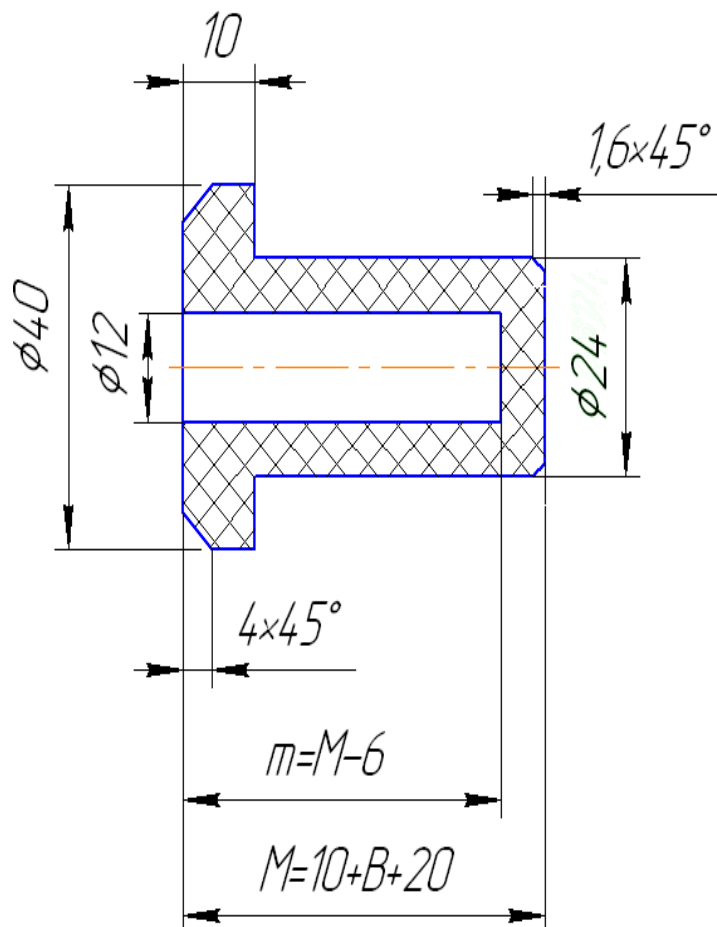
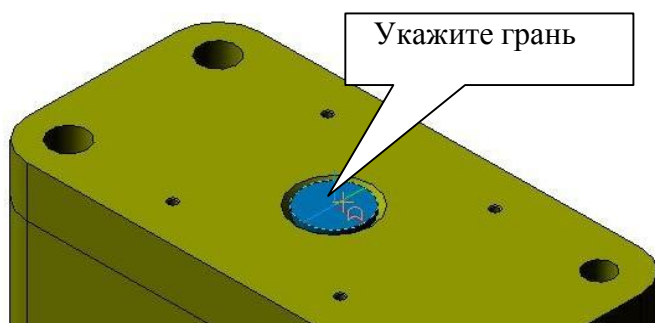

Рис. 1
Рис. 14
Нажмите кнопку *Масштаб по высоте листа*  на панели *Вид*, заполните основную надпись согласно рис. 1. По окончании заполнения основной надписи щелкните мышью вне поля основной надписи.
Выполните деталь «Втулка», рис. 1. Пример приведен на рис. 2,
4. Выполните деталь «Втулка», рис. 1, способом «Добавление детали на месте».
1. Выполните деталь «Втулка», рис. 1, способом «Добавление детали наместе».
4) Выполните операцию **Выдавливания**  в обратном направлении  без тонкой стенки на расстояние 40 мм (40=20+20), рис. 1.
5) Укажите курсором грань детали «Втулка», рис. 14, перейдите в режим редактирования эскиза  и постройте окружность $\varnothing 40$. Перейдите в режим редактирования детали  и выполните операцию **Приклеить выдавливанием**  в прямом направлении  на расстоянии  «10».
6) Выполните цилиндрическое отверстие $\varnothing 12$ операцией Вырезать выдавливанием  на расстоянии «40» ($m=M-6$), рис. 1.
7) Выполните фаски согласно чертежу, рис. 1 (рис. 14), скрыв деталь «Основание».